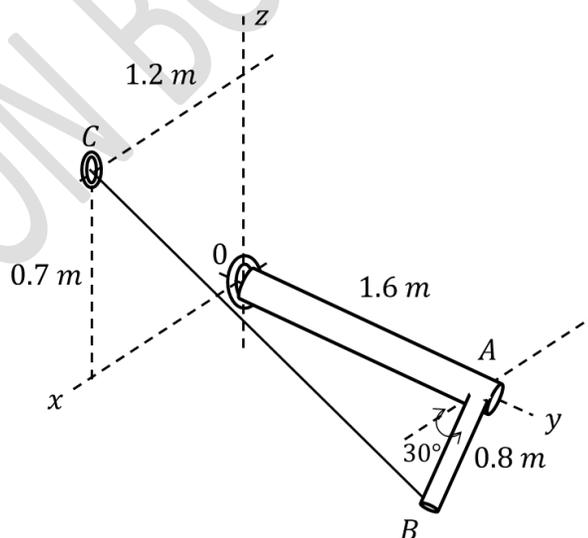

Fig. 1.7.
- 1.10.- El cable BC de la Fig. 1.7 tiene una tensión de 750 (N).